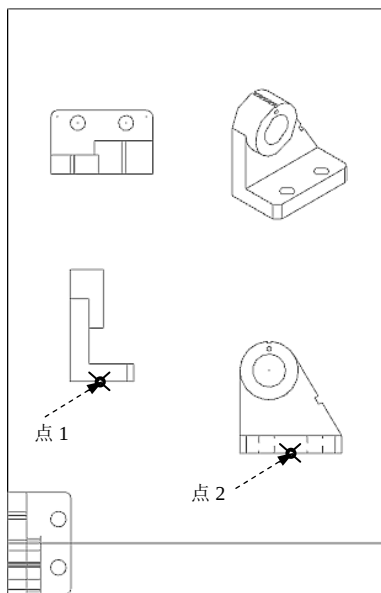

图 7.6.17 移动视图后
③在 **移动** 区域中单击 **排列** 按钮, 选取图 7.6.17 所示的点 1 作为对齐位置点。然后, 选取点 2 作为校正位置点, 结果如图 7.6.18 所示。